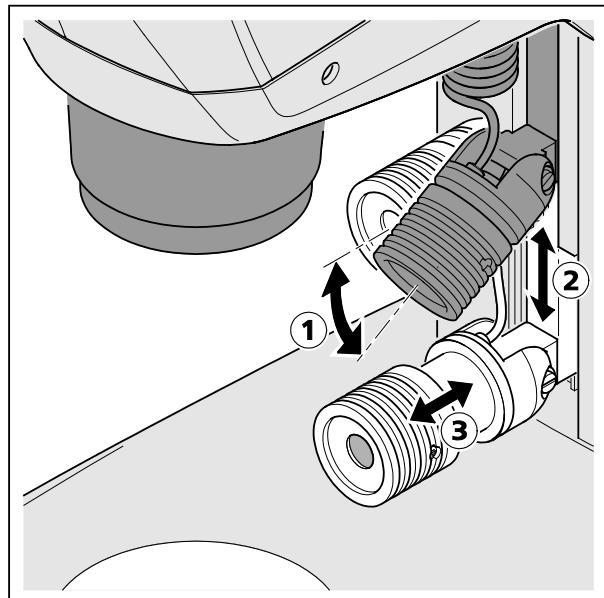

図 21 スポットライトの調整
- ガイドに挿入したスポットライトを希望の高さ(図 21/2)にスライドさせます。
- スポットライトのジョイントを使って、対象が最適に照らされるように角度(図 21/1)を調節します。
- フォーカシングユニット(図 21/3)軸方向にスライドさせることにより、スポットの大きさと明るさを調整します(照明ズーム)。